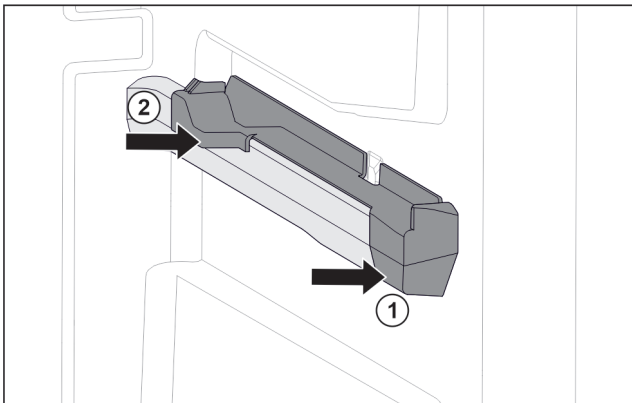

Fig. 34 Insteekkelement op rechter containerrib
- ▶ Insteekkelement voor tegen containerrib plaatsen. Fig. 34 (1)
- ▶ Insteekkelement achter aandrukken. Fig. 34 (2)